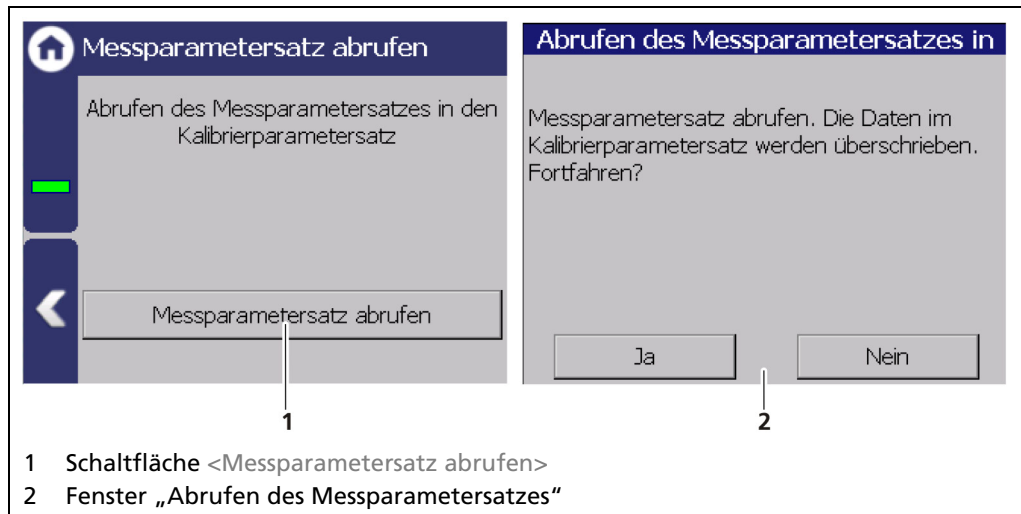

Abb. 70 Messparametersatz abrufen
1. Klicken Sie auf die Schaltfläche <Kalibrieren> (Abb. 70, Pos. 1).
2. Klicken Sie auf die Schaltfläche <Ja> (Abb. 70, Pos. 2), um den Kalibrierparametersatz für die Messung zu verwenden.
3. Klicken Sie auf die Schaltfläche <Schließen> (Abb. 70, Pos. 3).